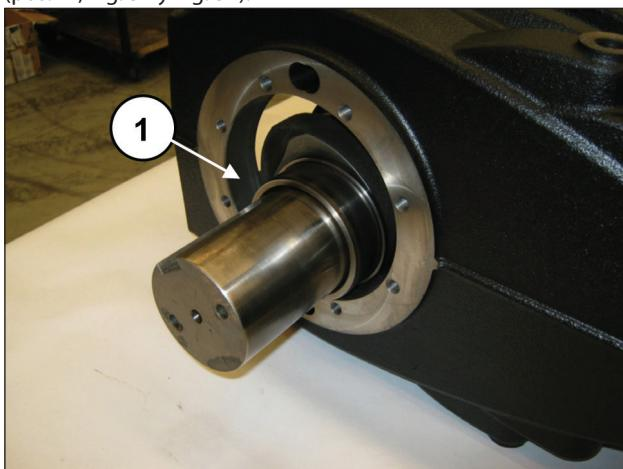
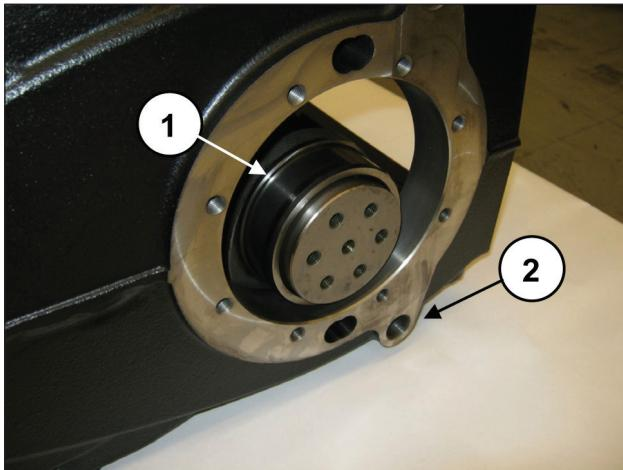

Fig. 51
Fig. 52
**El eje acodado se ha de montar de manera que el lado PTO se encuentre en la parte opuesta a los orificios G1/2" para los tapones de descarga de aceite del cárter de la bomba (pos. ②, Fig. 52).**
Continuar hasta que el eje entre por completo en el cárter (pos. ①, Fig. 51 y Fig. 52).